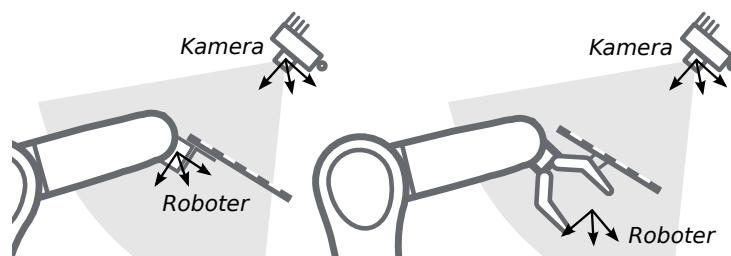

Abb. 6.19: Alternative Montageoptionen für die Befestigung des Kalibriermusters am Roboter
6.18 und Abb. 6.19 angegeben, angebracht werden.
**Bemerkung:** Für das Modul zur Hand-Auge-Kalibrierung spielt es keine Rolle, wie das Kalibriermuster in Bezug auf das benutzerdefinierte Roboter-Koordinatensystem genau angebracht und positioniert wird. Das bedeutet, dass die relative Positionierung des Kalibriermusters zu diesem Koordinatensystem weder bekannt sein muss, noch für die Kalibrierroutine relevant ist (siehe in Abb. 6.19).